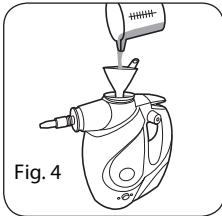

Fig. 4
2. A l'aide d'un gobelet 300ml remplir le réservoir du nettoyeur d'eau (Fig. 4). (La capacité maximale du réservoir d'eau est de 300ml. Faire attention à ne pas faire déborder le réservoir. Ne jamais dépasser le niveau de la partie supérieure du réservoir d'eau.)